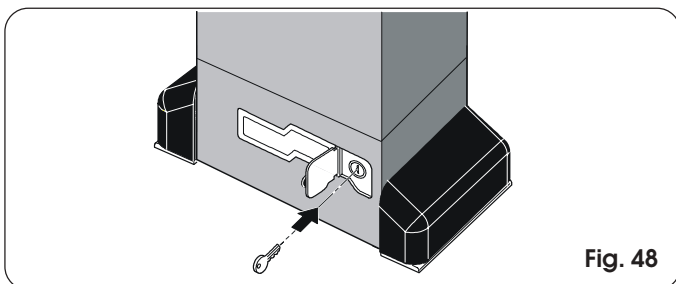

Fig. 48
1) Open het beschermdoortje en steek de speciale, bijgeleverde sleutel in het slot (fig. 48).